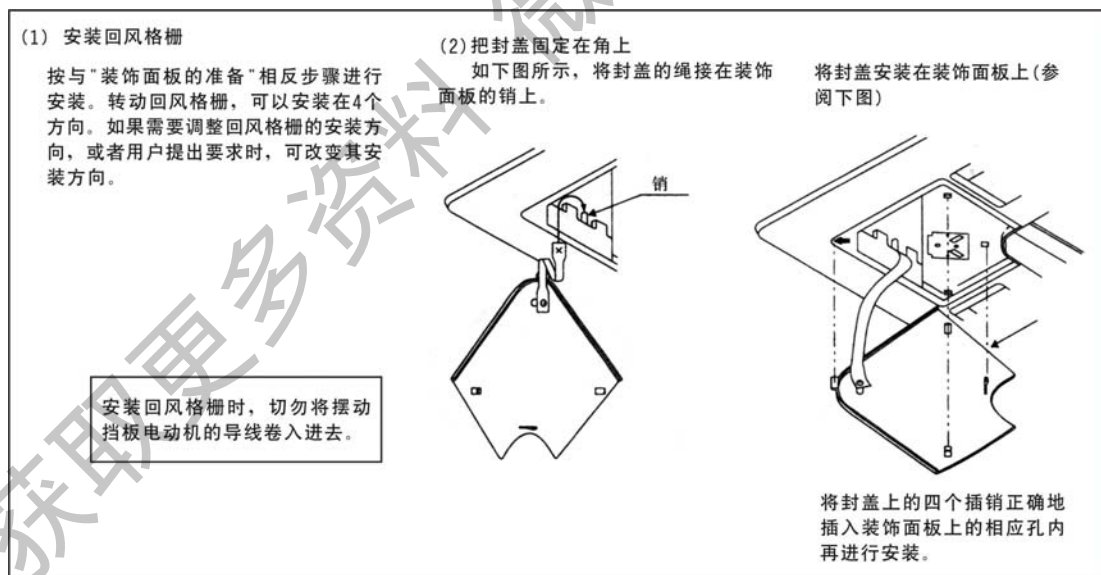

图 21: 回风格栅和封盖的安装
F. 回风格栅和封盖的安装, 请按下面图 21 所示安装方式安装;